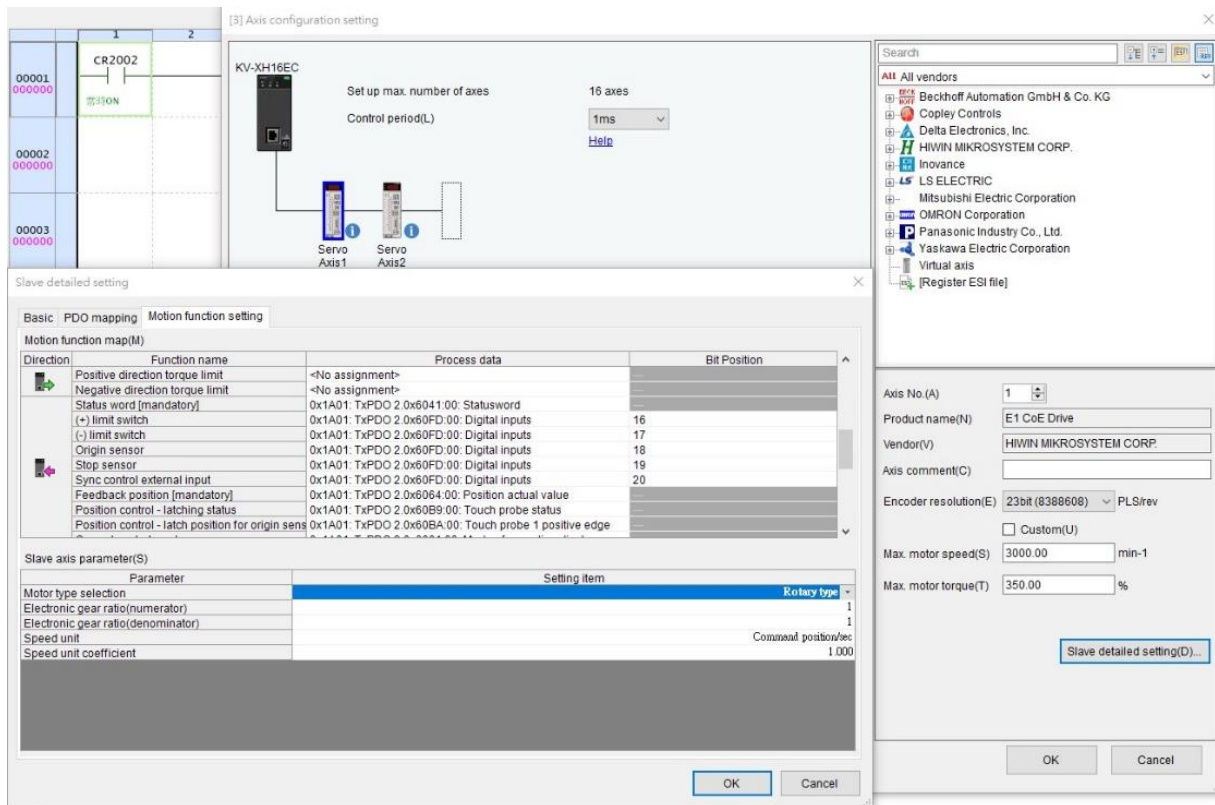

図 1.3
方法 1: 図 1.3 に示すように、リミットスイッチを I1 (16)、I2 (17)、I3 (18) などに設定します。